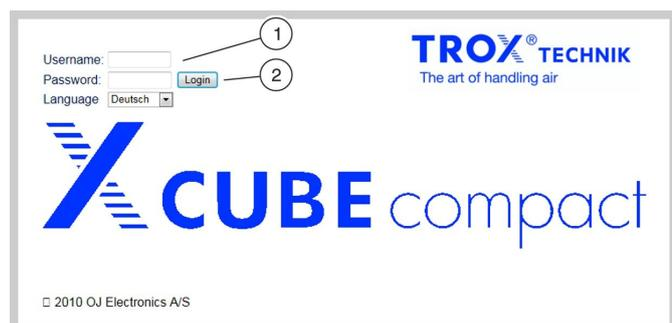

Рис. 24: Авторизация на веб-сервере
- ▶ Введите имя пользователя (Рис. 24/1).
- ▶ Нажмите на «Логин» (Рис. 24/2).